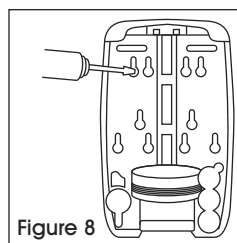

Figure 8
6. Serrez les vis en veillant à ne pas trop les serrer. (Voir Figure 8)